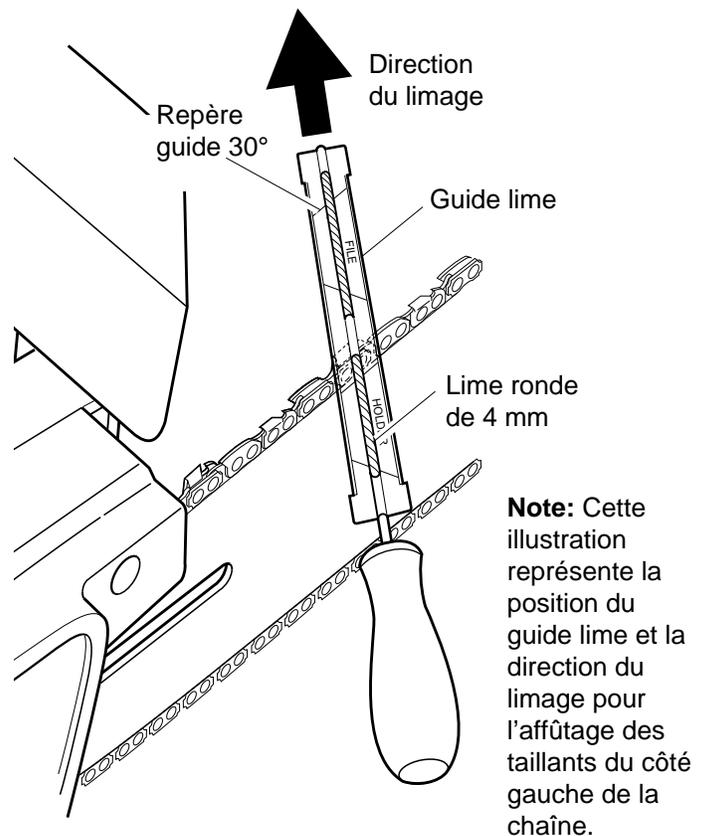

Figure 20 - Position de la lime et du guide lime sur la chaîne
3. Enfoncer la lime ronde de 4 mm (attachée au guide lime) dans la rainure, entre la plaque supérieure et le limiteur de profondeur sur la chaîne. Le guide lime doit reposer sur la plaque supérieure et sur le limiteur de profondeur. (Voir les figures 20 et 21.) **Note:** Limer au milieu de la lame-guide.
4. Tenir le guide lime horizontal. S'assurer que le repère 30° du guide lime est parallèle à l'axe de la lame-guide. (Voir la figure 20.) Ceci permet de s'assurer que l'on lime les taillants à un angle de 30°.
5. Limer le taillant de l'intérieur vers l'extérieur, jusqu'à ce qu'il soit affûté. Ne limer que dans cette seule direction. (Voir la figure 20.) **Note:** 2 ou 3 coups de lime doivent affûter le taillant.